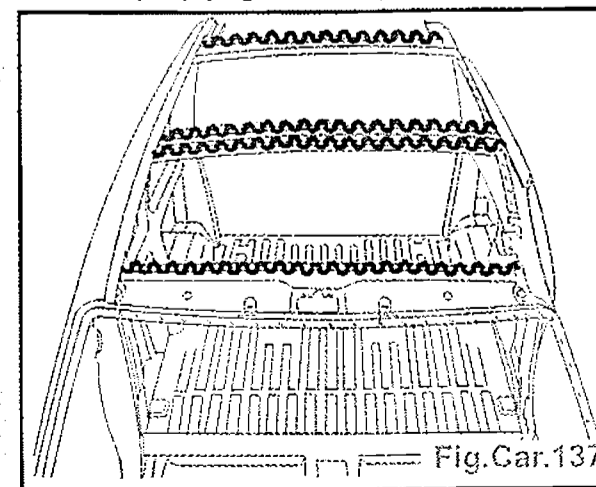

Fig.Car.137
- Appliquer une colle de calage structurale (B8) (Fig.Car.137).